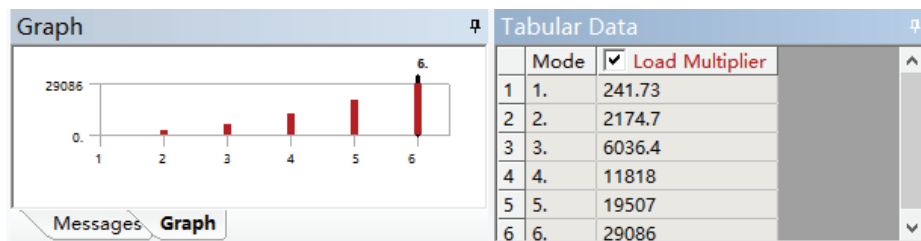

图 9-13 线性屈曲分析求解结果
2) 在 Outline 树结构图 Linear Buckling (B5) 选项单击鼠标右键, 在弹出的快捷菜单中选择 Solve, 此时会弹出进度显示条, 表示正在求解, 当求解完成后进度条自动消失。求解完成后可以通过 Solution Information 查看求解过程信息, 在图标区域得到的结果如图 9-13 所示。